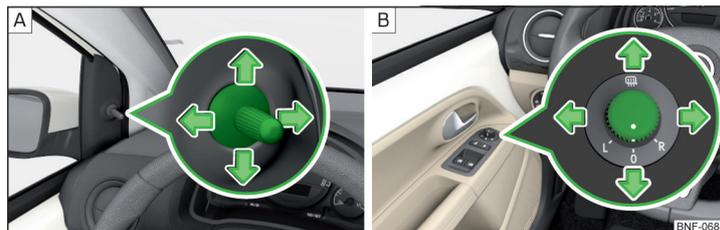

Fig. 51 Operación del retrovisor: mecánico/eléctrico
- Para el **ajuste** del área del espejo mover el botón giratorio en el sentido de las flechas » fig. 51.
El botón giratorio para el espejo ajustable eléctricamente se puede mover en las posiciones siguientes » fig. 51 - [B].